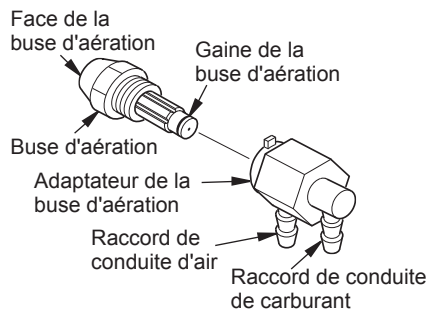

Figure 26 - Buse d'aération et son adaptateur
6. Retirez délicatement la buse d'aération de son adaptateur à l'aide d'une clef à douille de 5/8 po (voir figure 26).
9. Remplacez la buse d'aération dans son adaptateur jusqu'à ce que la buse soit bien en place. Serrez un tiers de tour de plus à l'aide d'une clef à douille de 5/8 po entre 4,5 et 5,1 N-m (40 à 45 pouce-livre). Voir figure 26.